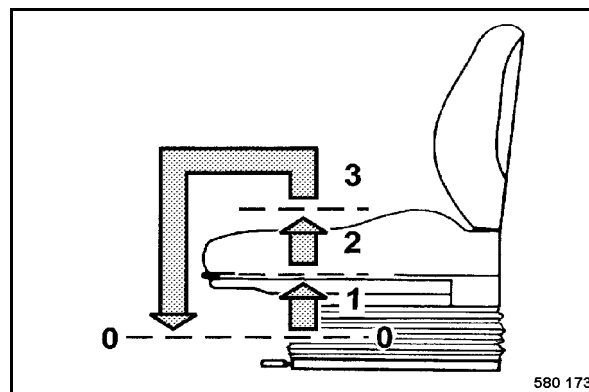

Fig. 73
- Soulever le siège (Fig. 73) pour régler la hauteur et le laisser encrêter dans la position désirée.